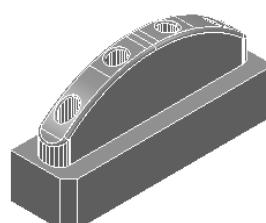

图2-29 打开范例文件
2) 选择下拉菜单中的“文件”→“范例”命令，弹出“打开范例”对话框，选择“lunkuo.dgk”（“随书光盘：\第2章\exercise3\uncompleted\lunkuo.dgk”）文件，单击“打开”按钮即可，如图2-29所示。